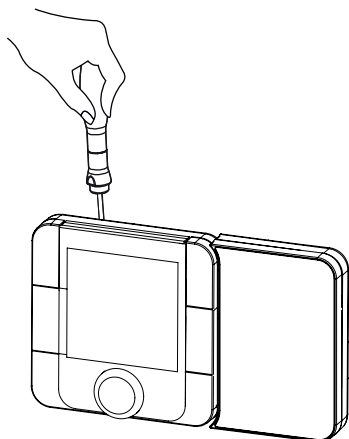

Fig. 1
1. separare la parte anteriore da quella posteriore del terminale utilizzando un cacciavite (fig.1);
Inserire un cacciavite nella fessura superiore (fig.1) e premere verso il basso per estrarre il display.